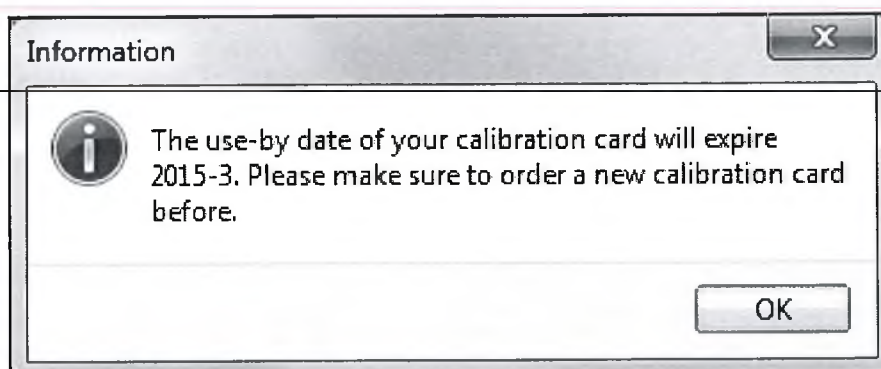

Рисунок 60
10.4 Дабы избежать ситуации, подобной 10.3, информация о дате истечения срока действия калибровочной карты за 6, 3, 2 и 1 месяц до истечения срока действия высвечивается при запуске программы (Рисунок 60).